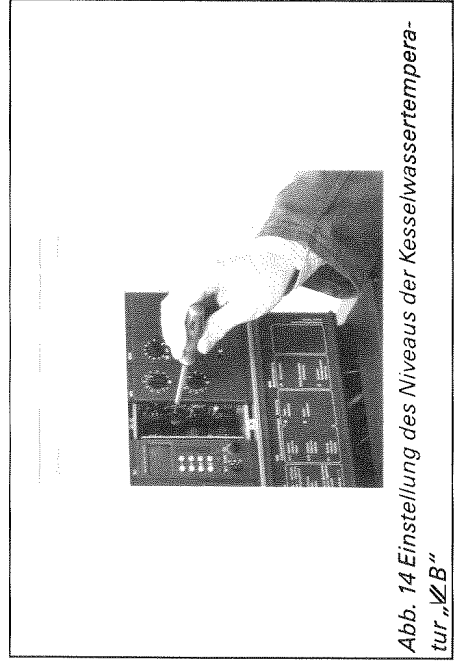

Abb. 14 Einstellung des Niveaus der Kesselwassertemperatur „ $\text{K}B$ “
Mit dem Stellrad „ $\text{K}B$ “ wird die Heizkennlinie der Kesselwassertemperatur nach dem Heizkennliniendiagramm eingestellt. Mit dem Drehknopf „ $\text{K}B$ “ (Abb. 14) kann die Heizkennlinie der Kesselwassertemperatur zur Anpassung an die baulichen Gegebenheiten parallel verschoben werden.
2. Am Drehknopf „ $\text{K}B$ “ Nullpunkt der Heizkennlinie der Kesselwassertemperatur einstellen (Abb. 14).